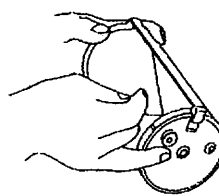

図6-2-3
- ③ 円筒ドラムに巻き込んだチャートを用紙押さえの下側へ差し込みます。(図6-2-3)
- ④ 巻き付けた記録用紙は円筒ドラムの下部にピッタリとつけ、たるまないように巻き付けます。次に、IN 側と OUT 側の横軸目盛線を合わせます。